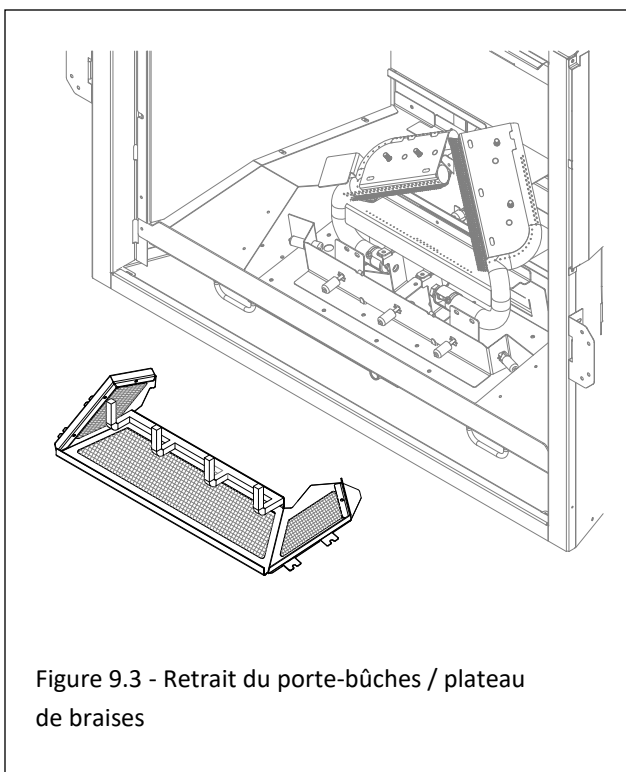

Figure 9.3 - Retrait du porte-bûches / plateau de braises
3. Retirez et conservez les (4) vis du support à bûches/plateau de support de braise. Soulevez le plateau et sortez-le de la chambre de combustion. Voir la figure 9.3.
4. Installez (5) ampoules halogènes (incluses dans le paquet de composants) dans les bases de lampe.
3. Retirez et conservez les (4) vis du support à bûches/plateau de supports. Soulevez le plateau et sortez-le de la chambre de combustion. Voir la figure 9.3.